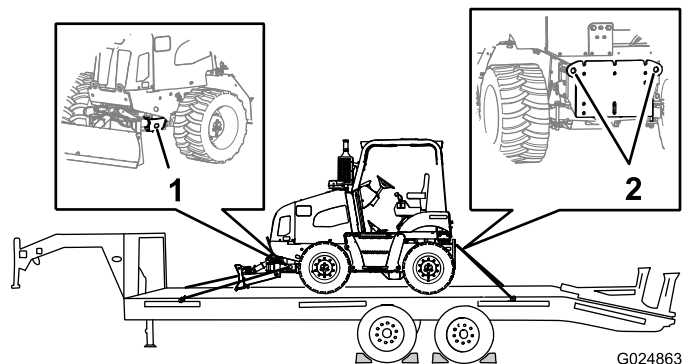

Figura 58
9. Sujete las partes delantera y trasera de la máquina al remolque usando cadenas y un tensor (Figura 58).